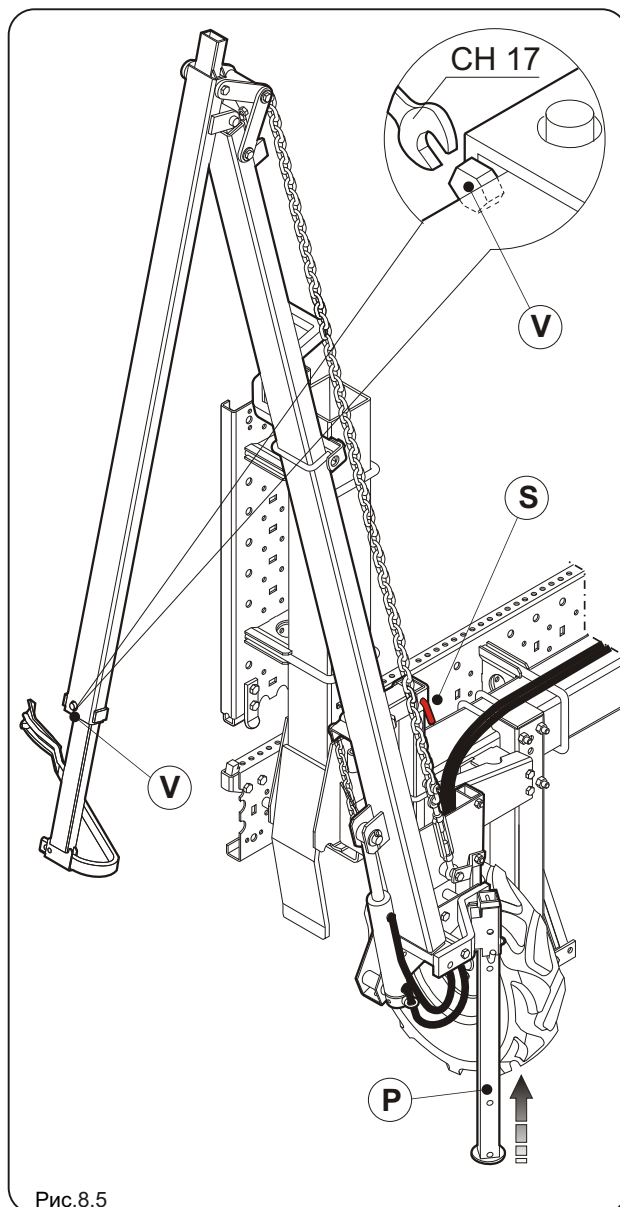

Рис.8.5
- Уберите штырь безопасности **S** (рис.8.5), с осторожностью отпуская кронштейн разметчика рядов.
В процессе работы разметчик рядов располагается, как показано на рис.8.5.
- Ослабьте винт **V** (рис.8.5) настолько, чтобы позволить перемещение насадки сапки.